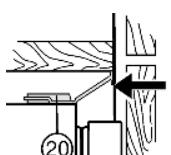

Fig. 16
► Если требуется, выставьте выравнивающий козырек Fig. 16 (20), смещая его параллельно крышке шкафчика. Нельзя допускать, чтобы он выступал.